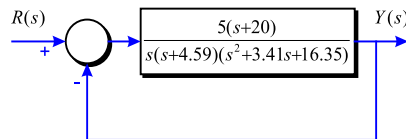

Figura 3-20
**Problema 72** Donat el sistema de la Figura 3-20.